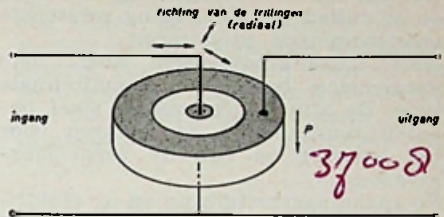

Fig. 2 - RINGTYPE piezo-elektrische transformator geschikt als m.f. transformator
het niveau van de ingangsimpedantie hoog is in vergelijking met andere typen keramische transformatoren. Een bijzondere versie van dit soort is bekend onder de naam Transfilter (3) en wordt gebruikt als vervanger voor de m.f.-transformator in radio-ontvangers (fig. 2).